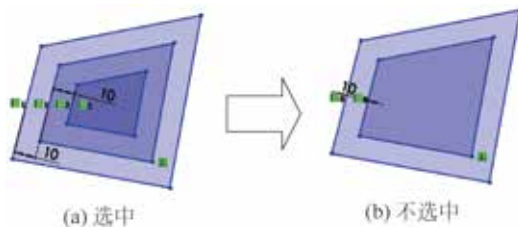

图 3.28 双向
- ☒ 双向(B) 按钮：用于实现是否两个方向同时等距，如图 3.28 所示。